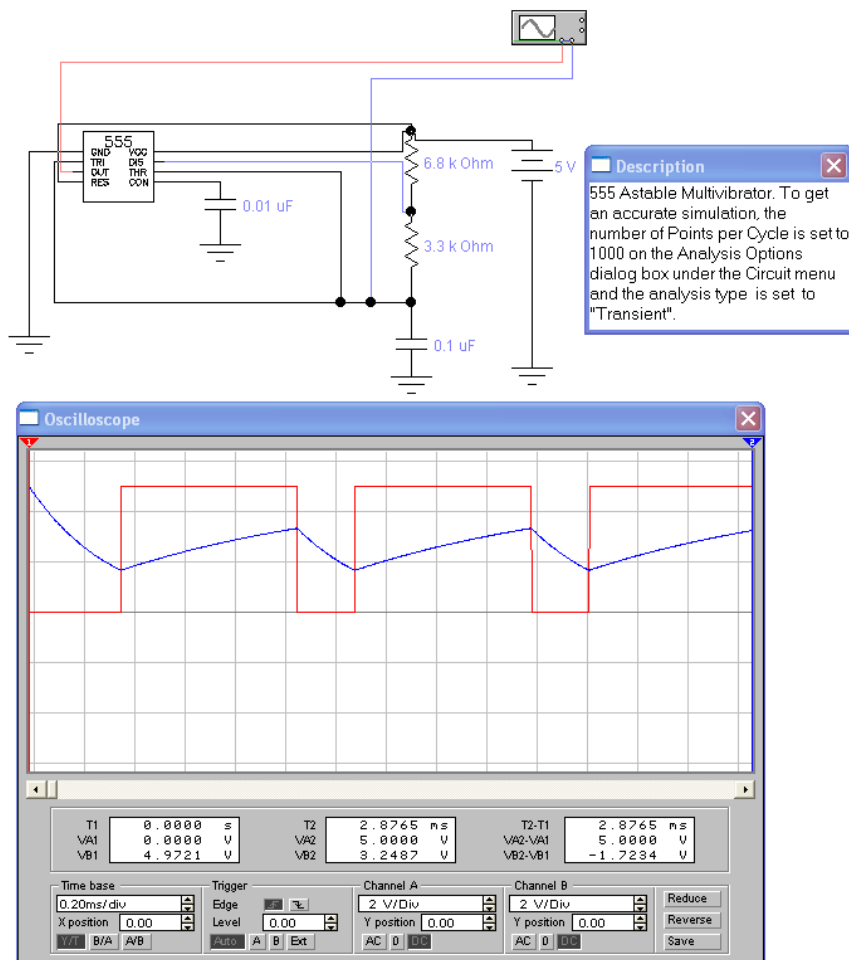

Рис. 2.13
2.8.6. В программе WorkBench в папке CIRCUITS выберите файл 555-1.ewb и получите модель мультивибратора (импульсного генератора) показанную на рис. 2.13. Проведите ее исследование, рассмотрите временные диаграммы напряжений для различных параметров элементов цепи, сделайте выводы.